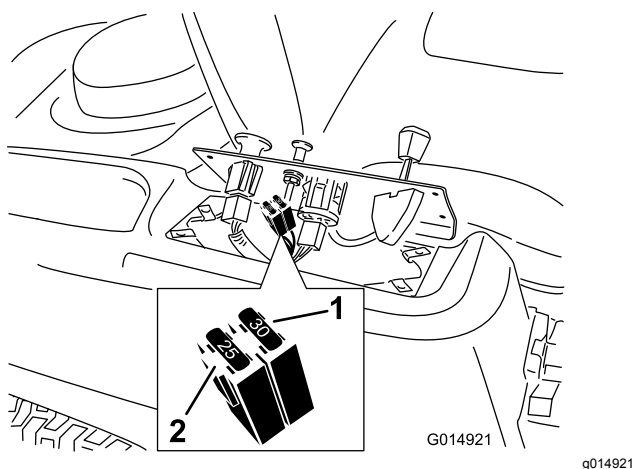

Figure 52
2. Soulevez le panneau de commande pour accéder au faisceau de câblage principal et au porte-fusibles (Figure 52).
3. Pour remplacer un fusible, tirez dessus pour l'enlever (Figure 52).